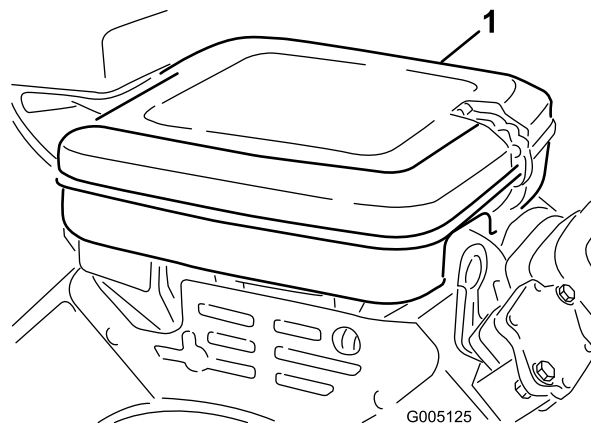

Figura 32
1. Liberte os dispositivos de bloqueio e retire a cobertura do filtro de ar (Figura 32). Limpe bem a cobertura.